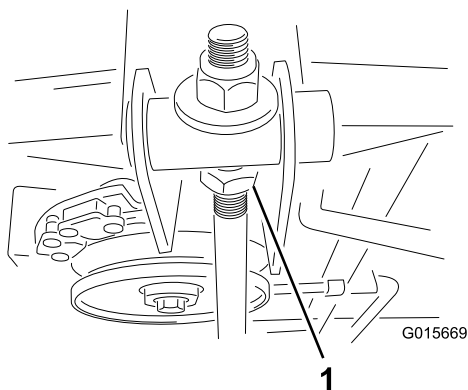

Figure 38
7. Desserrez l'écrou de blocage (Figure 38).